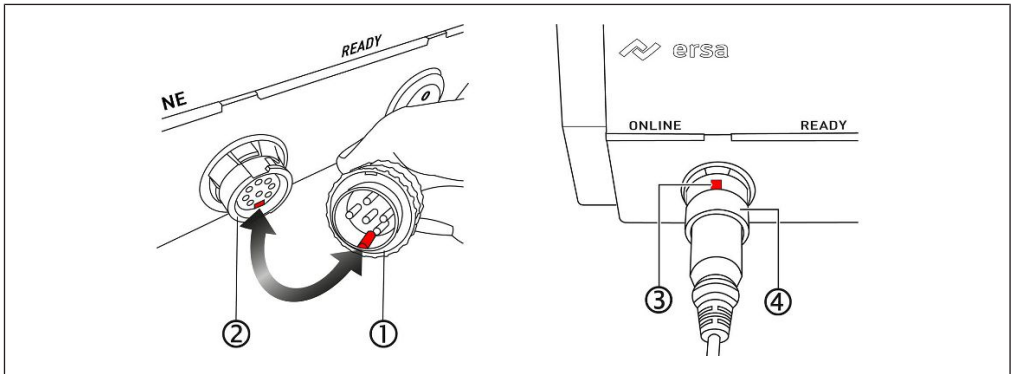

Abb. 6: Lötkolbenstecker einstecken
- f) Abb. 6 links: Den Stecker des Lötkolbens [1] in die Lötkolbenbuchse der Lötstation [2] einstecken. Dabei die Verdrehsicherung des Steckers an der unteren Marke der Buchse ausrichten, siehe Pfeil.
- g) Abb. 6 rechts: Die Aussparung der Überwurfmutter am Lötkolbenstecker [3] nach oben ausrichten. Dann die Überwurfmutter [4] mit Druck auf den Stecker schieben und mit einer 90°-Drehung im Uhrzeigersinn verriegeln.